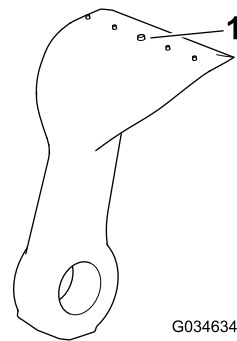

Figura 79
4. Controllate ogni lama per escludere usura eccessiva utilizzando la linea di usura (Figura 79). Quando una lama è usurata fino alla linea di usura, sostituirla.